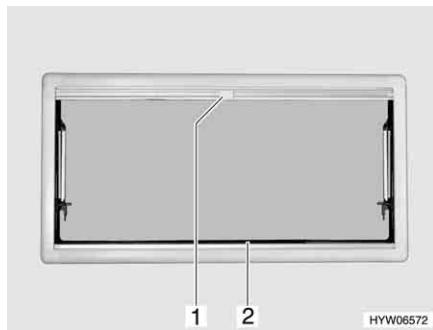

Fig. 54 Finestra apribile
- Afferrare la tendina oscurante pieghevole (Fig. 54,2) per la parte centrale della barra di presa, tirarla dal basso verso all'alto e rilasciarla nella posizione desiderata. La tendina oscurante pieghevole rimane in questa posizione.
- Tirare la zanzariera a rullo per la maniglia (Fig. 54,1) verso il basso fino a quando non si trova in contatto con la tendina oscurante pieghevole (Fig. 54,2).
- Premere la maniglia (Fig. 54,1) della zanzariera a rullo.